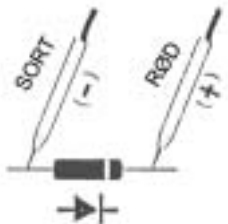

Fig. 3
- b. Om du kobler etter Fig. 3, kontrolleres bakkeretningen. Om dioden er hel kommer "- - -" til å vises i displayet. Om dioden er ødelagt kommer "0.000" eller andre siffer til å vises. En fullstendig diodetest skal innehold både trinn A og B.